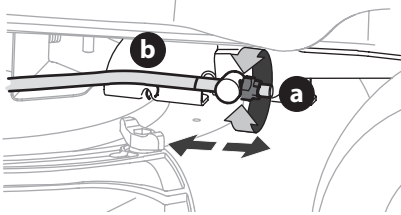

Figure 29
3. Repérez l'écrou autobloquant à bride (a) sur la partie avant de la tige de relevage de la prise de force (b) (Figure 29).
- Serrez l'écrou (a) pour relever l'avant du plateau de coupe (Figure 29).
- Desserrez l'écrou (a) pour abaisser l'avant du plateau de coupe (Figure 29).